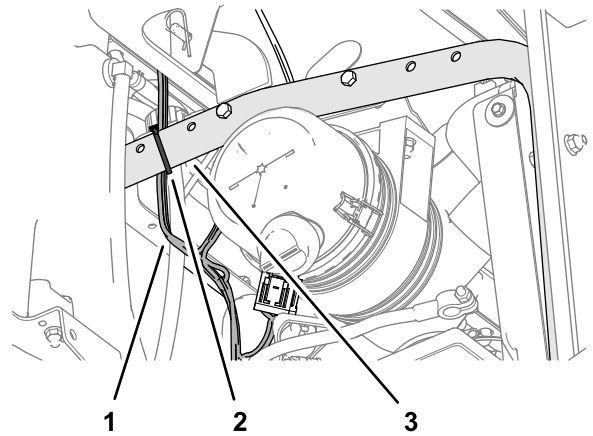

Figure 19
3. Au-dessus du moteur, attachez le faisceau électrique au tube de support du radiateur, comme montré à la Figure 19.